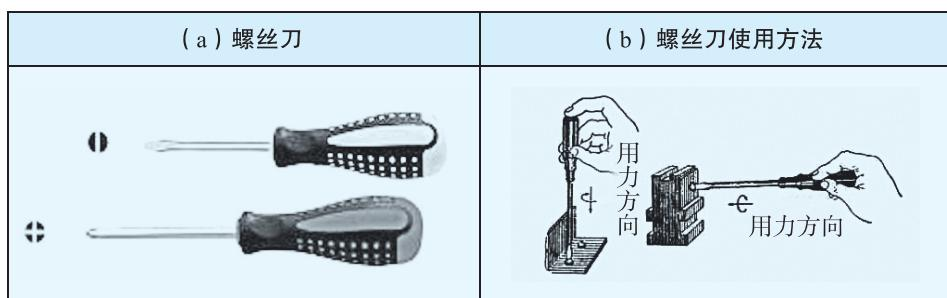

图 1-1-5 螺丝刀及使用方法
螺丝刀是电工进行线路安装与调试必不可少的工具，有十字形和一字形之分，见图 1-1-5 (a)。其手柄一般采用防静电材料制成，有防滑功能，可以发挥最大扭力。刀杆一般用碳钢或铬钒钢制造，都要经过热处理以增加其强度。头部一般都充磁，在工作时能吸住螺钉，便于操作。
- (1) 电工必须使用带绝缘手柄的螺丝刀。
- (2) 使用螺丝刀紧固或拆卸带电的螺钉时，手不得触及螺丝刀的金属杆，以免发生触电事故。
(3) 为防止螺丝刀的金属杆触及皮肤或触及相邻近带电体，应在金属杆上套装绝缘管。
(4) 使用时应注意选择与螺钉槽大小规格相应的螺丝刀。
(5) 切勿将螺丝刀当作锤子使用，以免损坏螺丝刀手柄或刀刃。
(6) 使用螺丝刀时，要用手指的端部或根部顶住螺丝刀柄顶端，用手指捏住刀柄，刀柄与螺钉轴线方向一致。旋紧或松开螺钉时，以手指用力即可，不要手腕用力，因为手腕用力很容易挤碎元器件，见图 1-1-5 (b)。